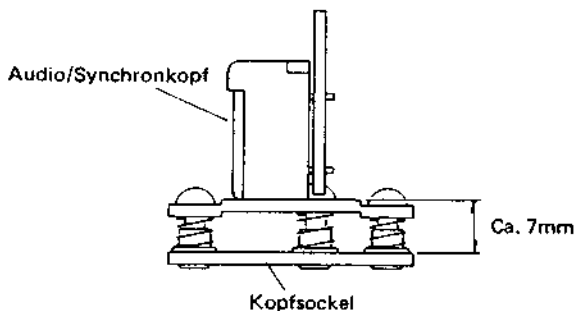

Abb. 2-3-7 Audio/Synchronkopfhöhe
4. Die Schrauben ② entfernen und die Abschirmkappe vom Kopf abziehen.
5. Die Schrauben ③ lösen, um den Audio/Synchronkopf vom Sockel abzunehmen. Dabei auf die Federn achten.
6. Den Audio/Synchronkopf austauschen und den Einbau in umgekehrter Reihenfolge durchführen. Vor dem Einbau in das Chassis eine Grobeinstellung der Kopfhöhe entsprechend Abb. 2-3-7 vornehmen.